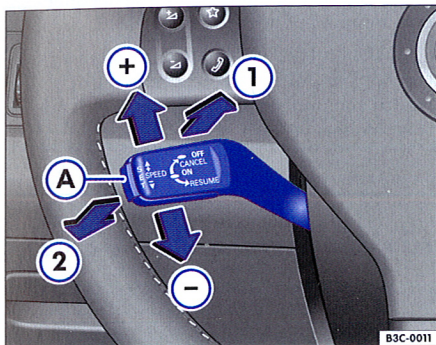
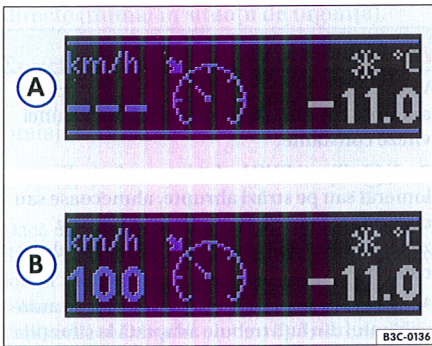
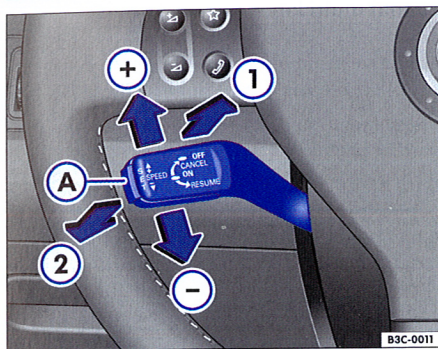

Fig. 127 Elementul de comandă al instalației de reglare a vitezei de croazieră
Fig. 129 Reprezentarea de pe display-ul din tabloul de instrumente
Fig. 130 Elementul de comandă al instalației de reglare a vitezei de croazieră
– Trageți maneta în direcția ⇒ fig. 127 ①, până se fixează, pentru a activa instalația. Când RVC este activată, în tabloul de instrumente se aprinde lampa de control . Pe display se afișează indicatorul gol “---” ⇒ fig. 129 ①.
– Trăgând scurt maneta în direcția ① viteza se mărește cu 1 km/h.
Dacă nu este memorată nici o viteză, pe display se afișează --- km/h ⇒ pagina 140, fig. 129” ①.
Viteza memorată este afișată pe display cu cifre mari ⇒ pagina 140, fig. 129” ②.
- Apăsăți ușor maneta până la prima treaptă, în direcția săgeții ⇒ fig. 130 ② sau
- Trageți maneta scurt în direcția ⇒ fig. 130 ①. Viteza memorată va fi afișată din nou în cifre mari ⇒ pagina 140, fig. 129" ②.